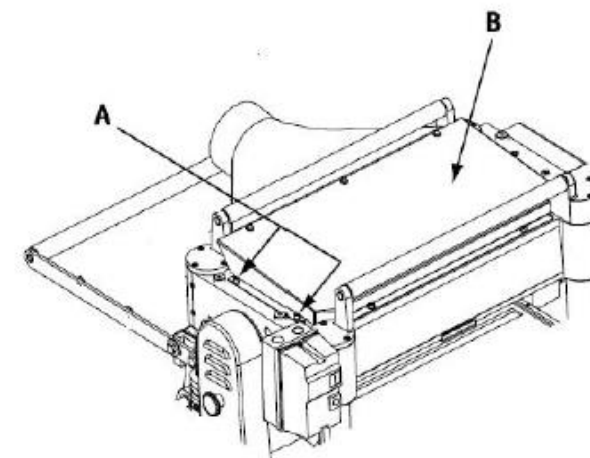

Рис. 18
2. Вывернуть шесть винтов (**Рис. 18, А**) и снять верхнюю крышку (**Рис. 18, В**).
2. Вывернуть шесть винтов и снять верхнюю крышку (*Рис. 18*).